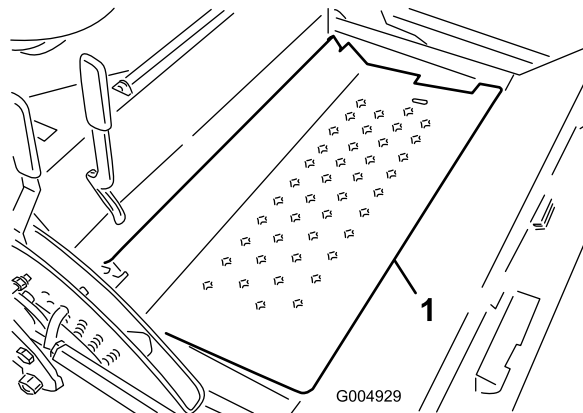

Figure 9
6. Relevez le panneau de plancher (Figure 9).